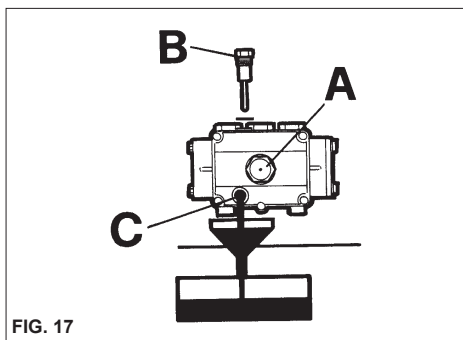

FIG. 17
- 2) Skru proppen af ved hjælp af oliepinde (fig. 17).